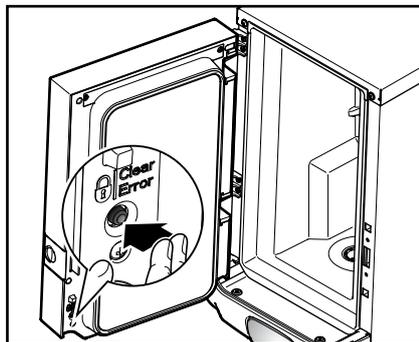

図22
2. 飲み物の抽出を停止するためには、ロック/クリア・エラー・スイッチを押してください。(図22)
3. 再び飲み物を抽出できるようにするためには、ロック/クリア・エラー・スイッチを押して、装置のロックを解除してください (図22)。